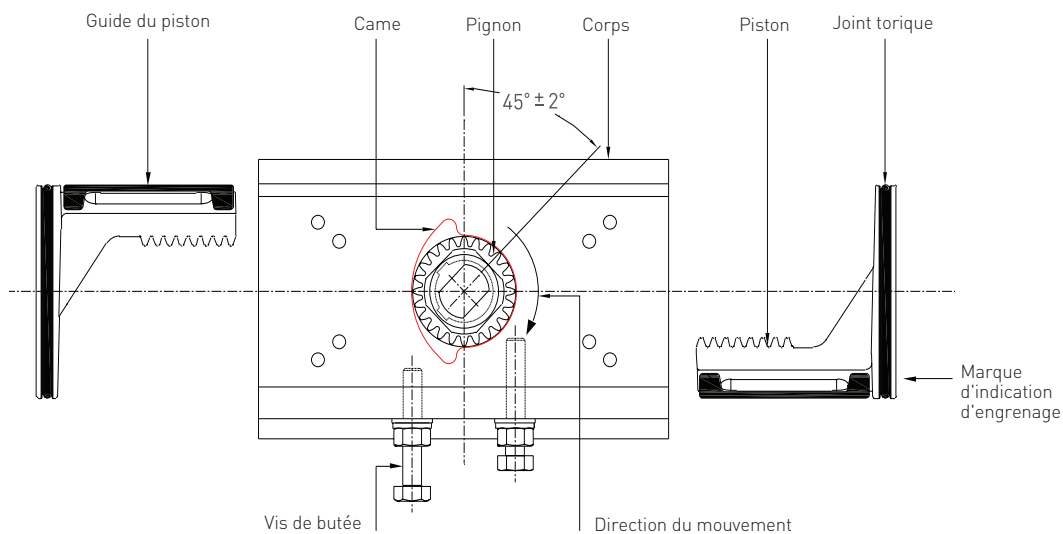

FIGURE 4 (vue de dessus)
- a. Monter l'ensemble palier de roulement supérieur (10) sur la partie supérieure de l'arbre de pignon (2) avec le joint torique supérieur (16) vers le haut.
- b. Monter l'ensemble palier de roulement inférieur (11) sur la partie inférieure de l'arbre de pignon avec le joint torique inférieur (17) au fond.
- c. Insérer la rondelle de butée supérieure (12).
6. Lors de l'insertion, mettre en place la came de butée de course (5) sur la partie supérieure de l'arbre de pignon à partir du passage de l'actionneur et contrôler la position de la clavette dans l'arbre et de la came de butée de course comme représenté dans la Figure 4. Terminer en appuyant fermement sur l'ensemble pour une mise en place adéquate.
7. Mettre en place la rondelle de butée inférieure (13) et le circlip interne (25) dans le logement inférieur du corps afin de localiser l'ensemble arbre.
8. Monter les joints toriques (18) sur les pistons (3), et graisser la crémaillère.
9. Orienter l'arbre de sortie à 45° comme dans la figure 4.
10. Insérer complètement les pistons avec les supports d'adossement (9), les pattes de piston sur le côté gauche de l'alésage en regardant le joint torique à partir de l'extrémité du piston (Figure 4), jusqu'à ce que les crémaillères s'engagent avec le pignon. Enfin, pousser l'ensemble doucement vers l'intérieur. L'actionneur est maintenant en position complètement fermée, et l'indicateur de l'arbre doit être à -5 degrés (en pointant légèrement vers la droite).
12. Insérer la vis de butée de course (de fermeture) droite (21) avec le joint torique (19), la rondelle (14) et le contre-écrou (23) jusqu'à ce que la vis heurte la came de butée de course. Serrer le contre-écrou.
14. Insérer la vis de butée de course (d'ouverture) gauche (21) avec le joint torique (19), la rondelle (14) et le contre-écrou (23) jusqu'à ce que la vis heurte la came de butée de course. Serrer le contre-écrou. La position des vis de butée de course doit être vérifiée après l'assemblage du robinet et ajustée le cas échéant.
15. Installer les joints de flasque (20) sur les flasques (4) en appliquant un peu de graisse.